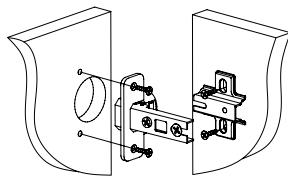

Рис.3
3. При помощи шурупов 3,5x16 установить петли на двери 14 и ответные планки петель на детали 1, 8 (Рис. 3).